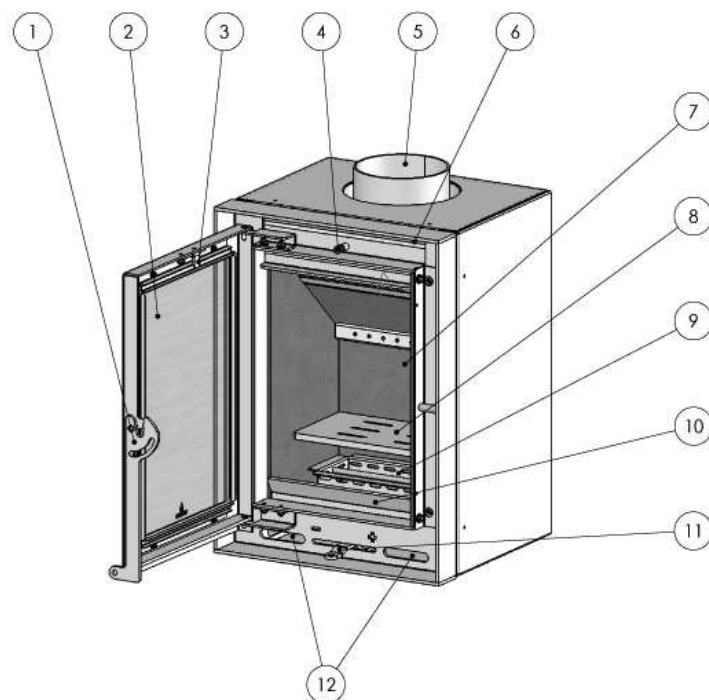

Abbildung 3: Bedienung Unilux-3 40
6.2. ANZÜNDEN (Abbildung 3 und 4)